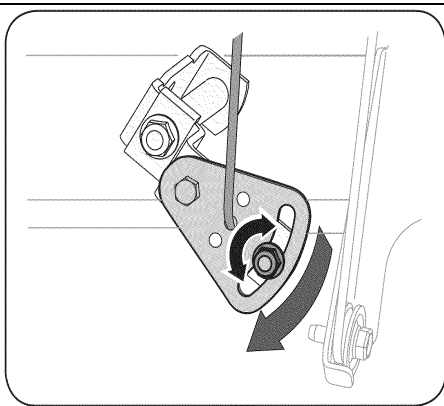

Рис. 19
2. Ослабьте шестигранную гайку на поворотном кронштейне троса переключения скоростей (См. Рис. 19);